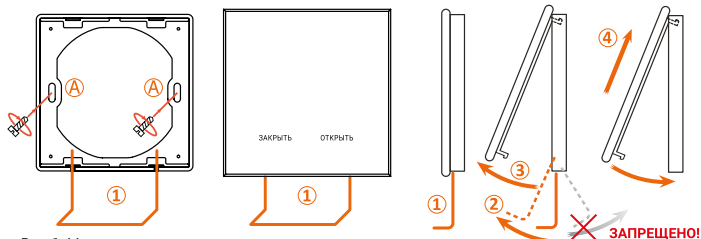

Рис. 1. Монтаж, установка и снятие сенсорного радиопульта
- Закрепите на стене специальную пластиковую рамку с помощью двух саморезов в отверстия (A) рис. 1 или приклейте ее на ровную поверхность с помощью двухстороннего скотча (входит в комплект).